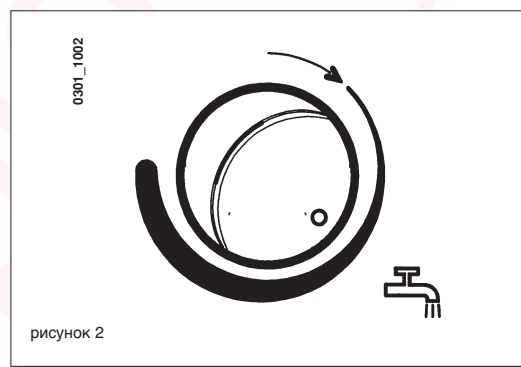

рисунок 2
Для агрегатов, снабженных регулятором (13), Газовый клапан оборудован устройством электронного регулирования пламени в соответствии с положением регулятора температуры водопроводной воды (13) и и расходом забираемой воды. Это электронное устройство позволяет получить постоянную температуру воды на выходе бойлера, в том числе при ее небольшом расходе. С целью экономии энергии рекомендуется устанавливать регулятор вблизи среднего положения (рисунок 2). Зимой вероятно потребуется установить регулятор на более высокую температуру подогретой воды.